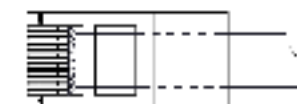

Рис. 3 Обжимка кабеля кат.5е
2. Подключить видеоканалы к устройствам защиты УЗЛ-Е («Линия») кабелями UTP кат.5е (обжимка кабелей производится по стандарту TIA/EIA 568В (рис.3)) и УЗП-24 согласно схеме.